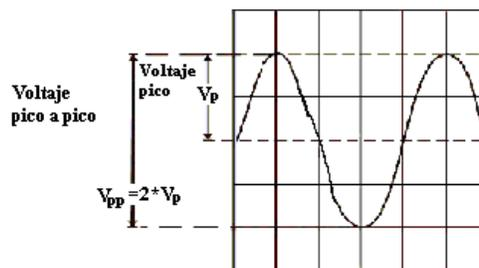

Figura 5.4 Onda senoidal con parámetros
El valor de un voltaje senoidal se mide con el osciloscopio según lo indicado en la figura 5.4
Antes de la medición se debe calibrar el eje vertical (Y) en unidades de volt por división (Volt/división). En la figura 5.4 cada división representa un volt, por lo tanto el voltaje pico (V_p) de la onda en la figura 5.4 es igual a 2 volt. El voltaje pico a pico (V_{pp}) es de 4 volt. Substituyendo los valores en la ecuación 2 se obtiene el valor eficaz.